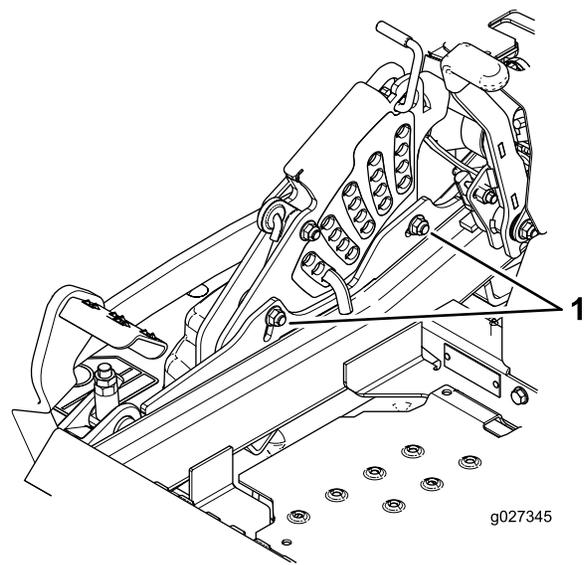

Рисунок 109
11. Чтобы отрегулировать деку по односточной системе, ослабьте два болта в нижней части пластины высоты скашивания (Рисунок 109).
13. Затяните два болта в нижней части пластины высоты скашивания (Рисунок 109).